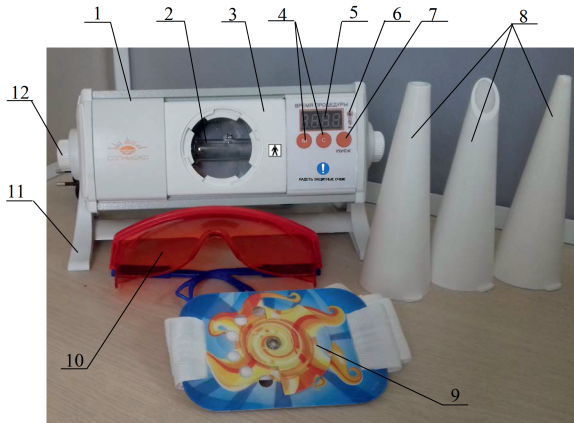

Рисунок 3
6.3. Облучатель в вариантах исполнения ОУФ-10-1АТ «Солнышко», ОУФ-10-2АТ «Солнышко» (см. рисунок 3) конструктивно выполнен в корпусе из алюминиевого сплава (1), в котором установлена УФ-лампа (2), являющаяся источником ультрафиолетового излучения. Для защиты глаз от ультрафиолетового излучения пациента и медицинского персонала во время проведения лечебных процедур применяются очки защитные (10).